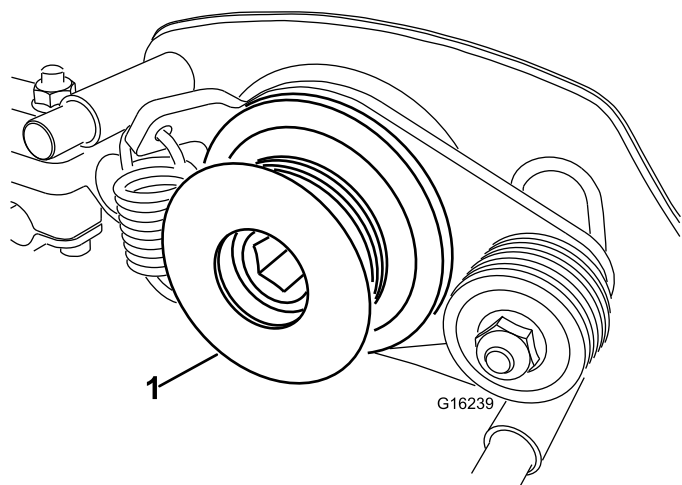

Figura 7
7. Retire la polea motriz del groomer del eje del molinete (Figura 7).